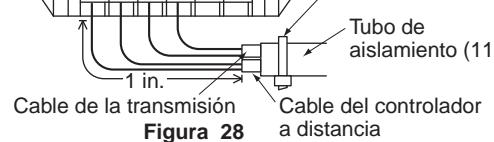

Figura 28
- (3) Retire la tapa de servicio.
- (4) Agregue el 2do controlador a distancia al bolique de terminales (P1, P2) en la caja de piezas eléctricas. (No hay polaridad.) (Vea la Figura 28 en la página 11 y el Cuadro 4 en la página 11)